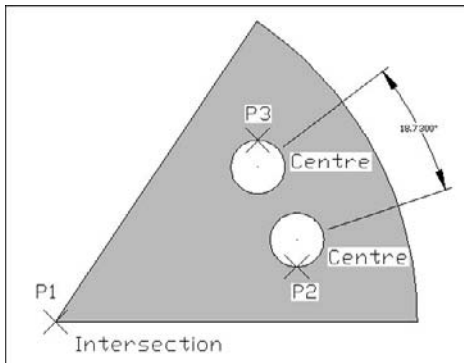

Fig.9.18
- 2 Dans le cas d'un cercle ou d'un arc, sélectionner un premier point puis un deuxième point sur le cercle ou l'arc. Dans le cas de deux droites, sélectionner la première puis la deuxième droite. Dans le cas de trois points, appuyer sur Entrée. Déterminer ensuite le sommet de l'angle, puis deux points pour les extrémités de l'angle (fig.9.18).